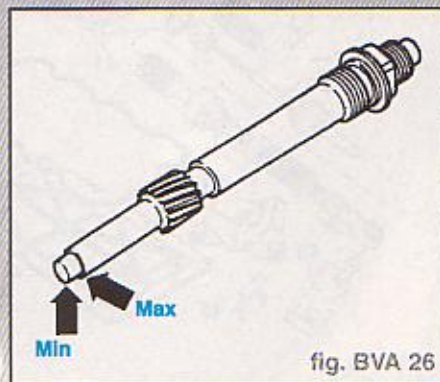

fig. BVA 26
- Entre les repères mini/maxi, la quantité d'huile de transmission est **0,1 l**. Un trop-plein d'huile de transmission peut être aspiré avec l'aspirateur d'huile **VAG 1358A** (fig. BVA 26).